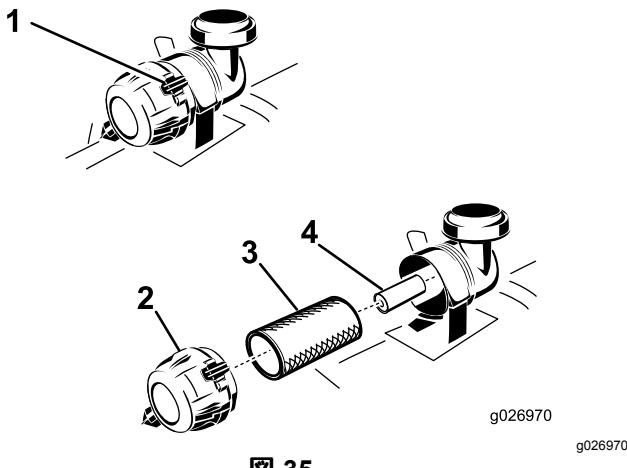

図 35
3. エアクリーナのリテナクランプを押し下げて外し、エアクリーナのボディーからカバーを引き抜く図 35。
5. 次フィルタをゆっくり引き抜くようにしてエアクリーナのボディーから外す図 35。
2. 二次フィルタを交換する場合には、十分に注意しながら、フィルタのボディに挿入する図 35。
3. 一次フィルタをゆっくり押し込むようにして二次フィルタの上から取り付ける図 35。
5. エアクリーナカバーを取りつけるブリーザキャップが下向きになるように、リテナクランプがカバーに適切にはまるように取り付ける図 35。